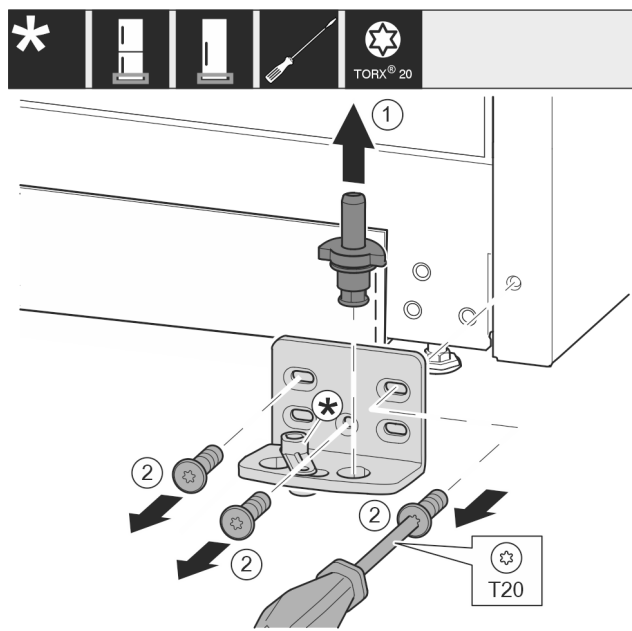

Fig. 14
- Izvucite svornjak ležaja Fig. 14 (1) potpuno prema gore.
- Odvijačem odvrnite vijke Fig. 14 (2) i skinite podložak ležaja.